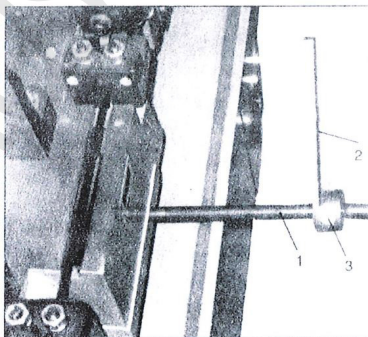

Fig 2.
4. Skub materialestopstangen (1, fig. 2) ind i basen, tag derefter møtrikken og skiven ud for at stramme stangen (1). Skub materialestoppere (2) på stangen og spænd boltene (3).